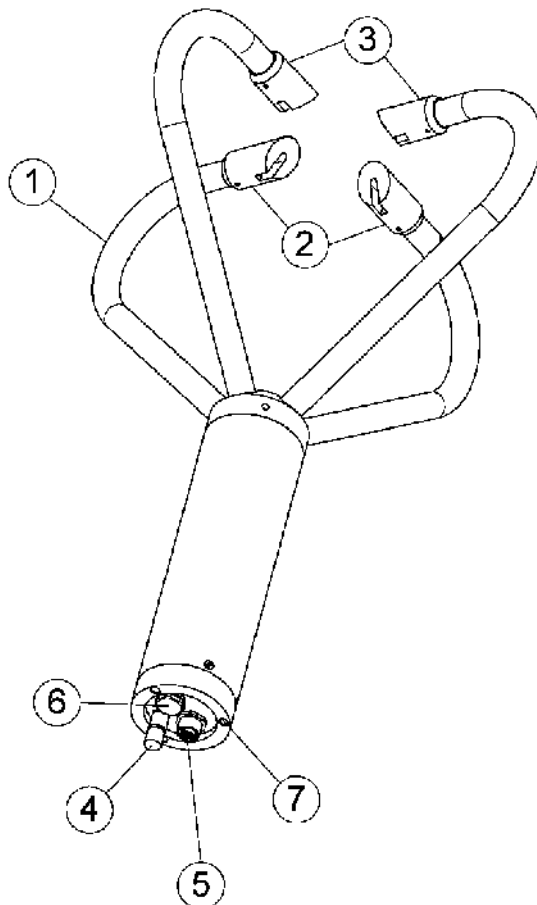

Рис. 1.1. Датчик осадков:
Датчик - единый моноблочный прибор, состоящий из пыленепроницаемого, влагозащищённого корпуса, в котором размещен блок управления, обработки и регистрации атмосферных осадков. Внешний вид устройства изображен на рис. 1.1.
В верхней части корпуса устройства расположена оптическая система (1), см. рис. 1.1. Конструкция оптической системы устройства позволяет минимизировать влияние турбулентности воздушных потоков в зоне прохождения световых лучей и уменьшить эффект экранирования рабочей зоны устройства элементами его конструкции.